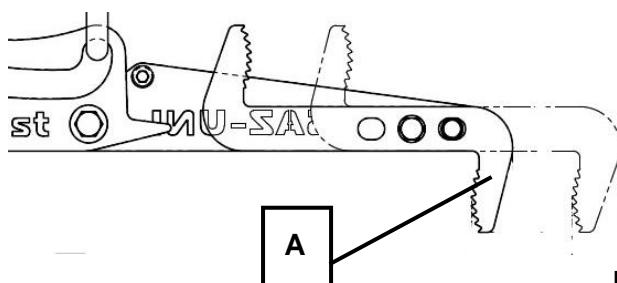

Bild 1
Beim Greifen von Boden- bzw. Zwischenteilen (siehe Bild 2 bzw. 3) muss der bewegliche Greifarm auf den kleineren Greifbereich (A) eingestellt werden (siehe Bild 1)